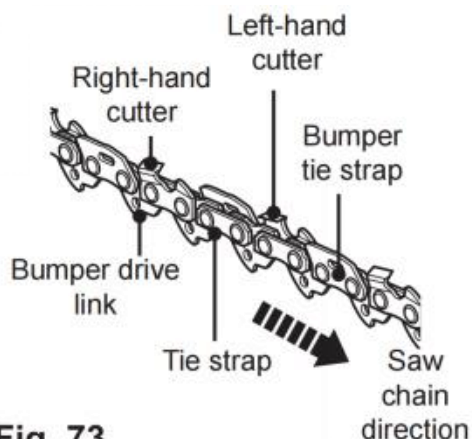

Fig. 73
2. La differenza di altezza tra il dente e la cresta è il taglio profondità. Quando si affila la catena della motosega (C12) bisogna considerare i seguenti punti (Fig. 73).